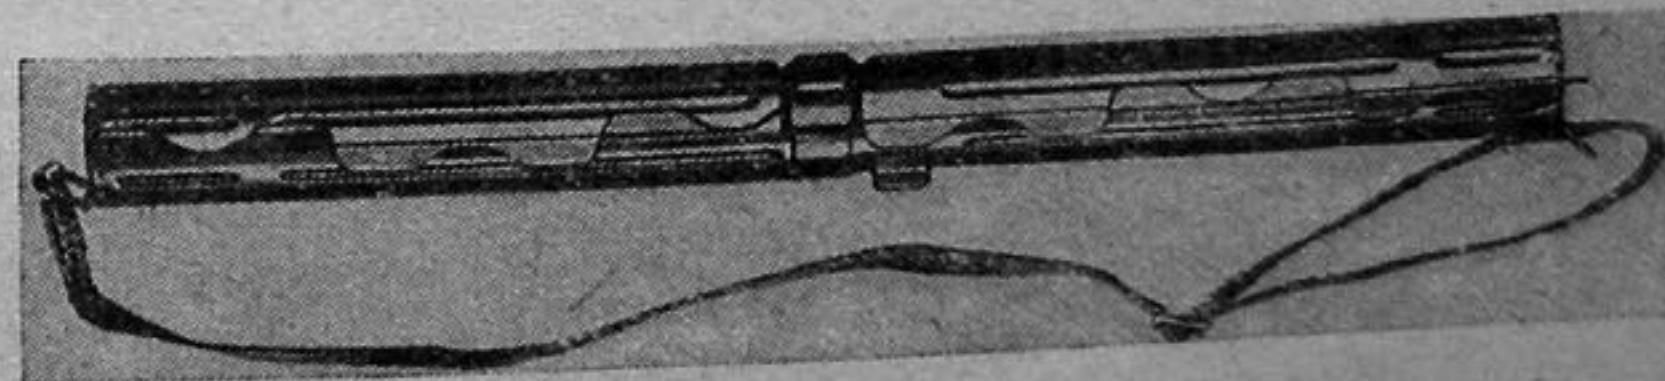

Рис. 14. Футляр для переноски горячего ствола
5. Положить вынутый ствол в футляр для охлаждения (рис. 14).